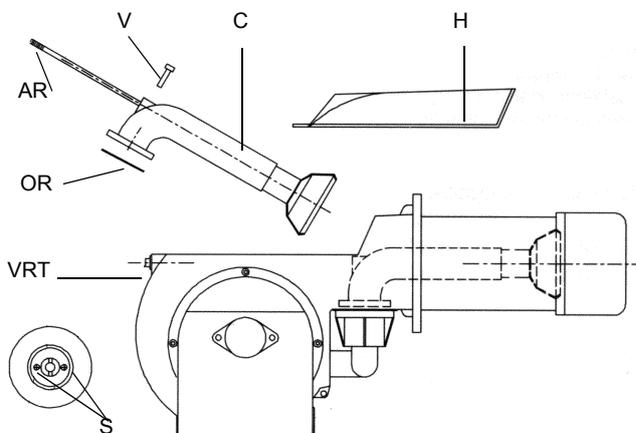

Рис. 31
- Открутить винты **V**, которые блокируют коллектор газа **C**, расслабить две соединительные детали **B** на Рис. 32, и вынуть весь узел в комплекте, как это указано на Рис. 31.